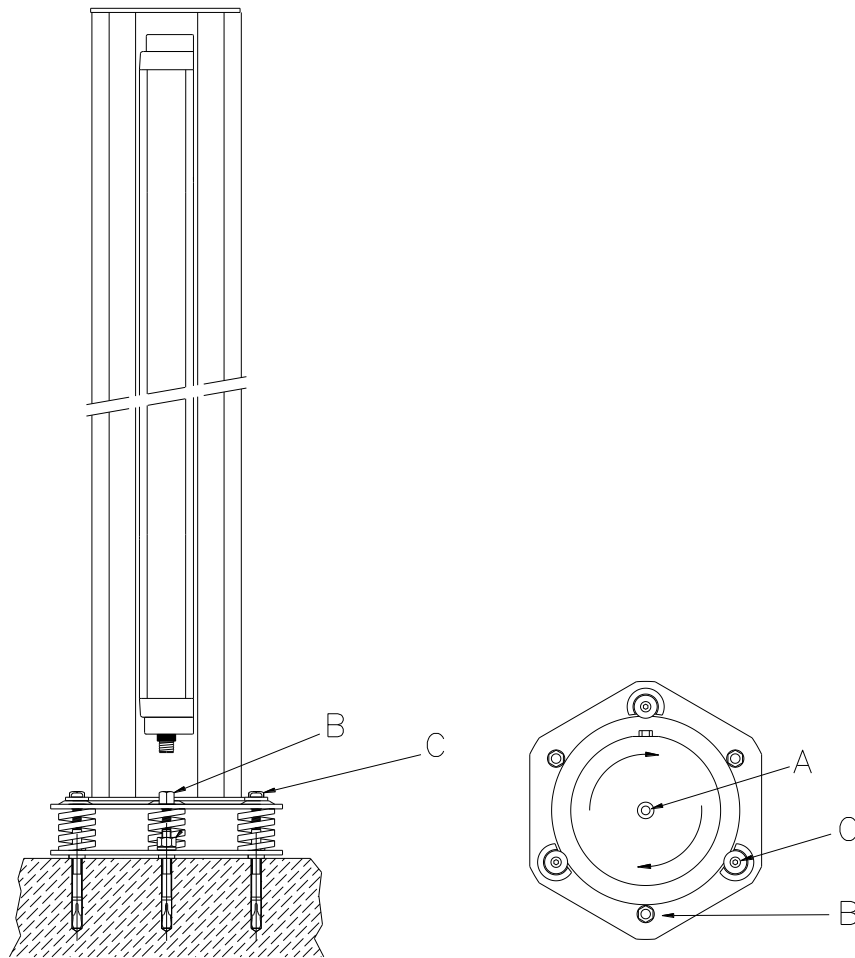

Figura 4
N.B. Al fine di ottenere un corretto allineamento, verificare che la superficie superiore della base sia perfettamente in piano (utilizzando una livella a bolla). In caso contrario agire sui tre dadi esagonali B (figura 4) fino a raggiungere la perfetta planarità (MASSIMA REGOLAZIONE CONSENTITA: 10mm). Nel caso in cui il terreno non sia livellato entro i 10mm, spianare o spessorare adeguatamente.
ALLINEAMENTO (figura 4)